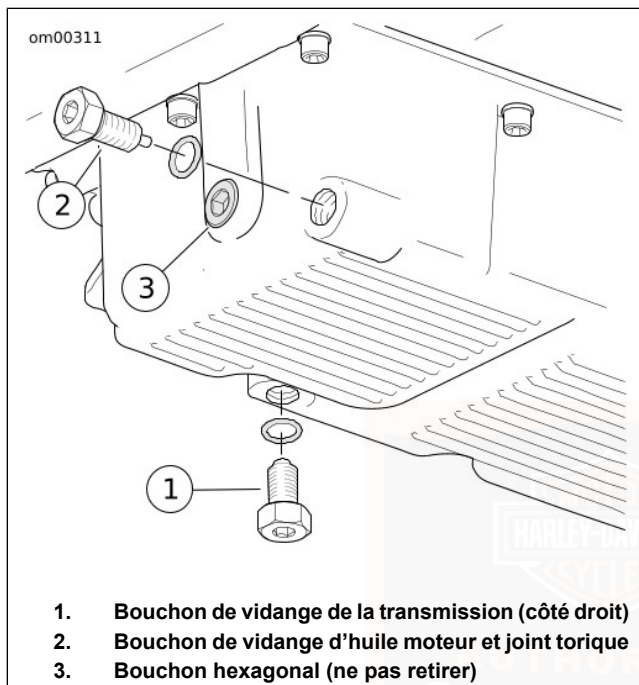

Figure 54. Carter d'huile
2. Voir Figure 54. Enlever le bouchon de vidange de la transmission et vidanger le lubrifiant dans un récipient approprié.